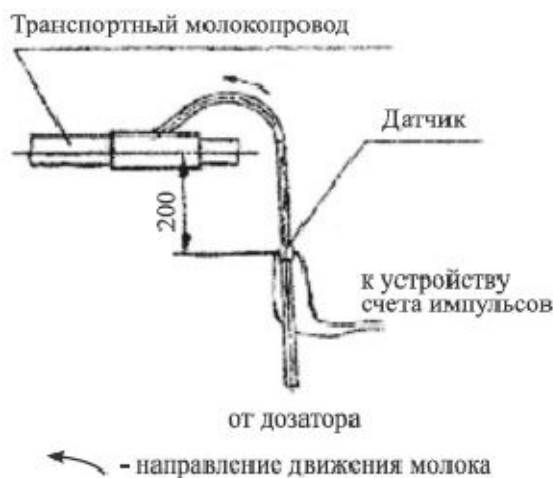

Рис. 1 Схема установки датчика
1.3.1 УУМ-2 в соответствии с рис. 1 состоит из:
На рис. 1 расстояние от транспортного молокопровода до датчика применимо только для доильных установок АДС – 100, АДС – 200, где дозатор молока располагается непосредственно в коровнике, и составляет 200мм.